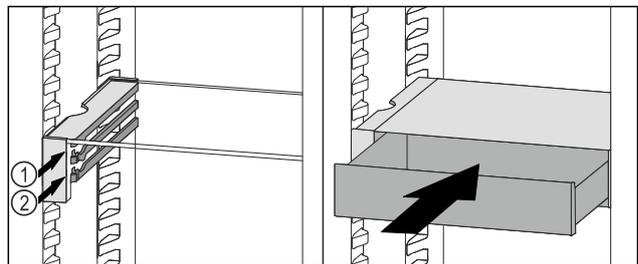

Fig. 113
- ▶ Встановити висувний ящик VarioSafe за стопорами на потрібне ребро Fig. 113 (1) або Fig. 113 (2).